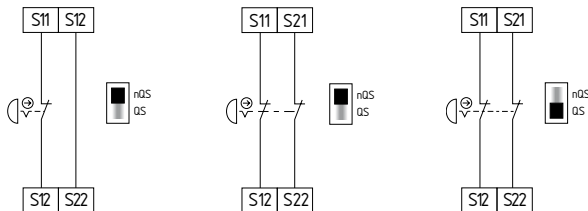

Fig. 9 Fig. 10 Fig. 11
**Circuito de Paro de Emergencia de un canal con pulsadores según EN ISO 13850 y EN 60947-5-5 (véase fig. 9)**